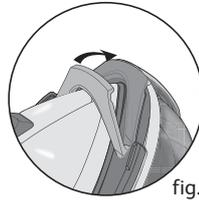

fig. 3
- возьмите утюг за ручку для переноски парогенератора – **рис.3**.